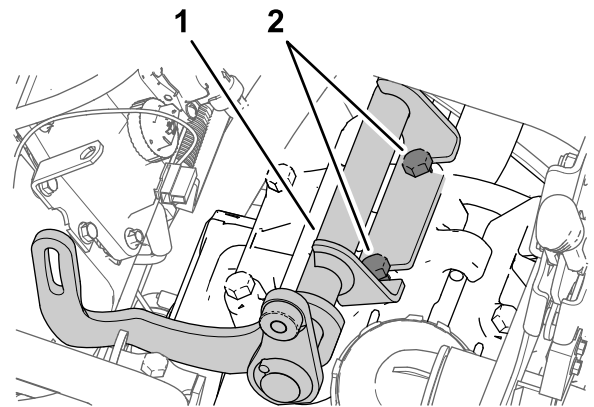

Figura 179
2. Allineate la staffa dell'alternatore tra i bulloni che avete allentato e come illustrato nel passaggio 1 e la testa della pompa Figura 179.